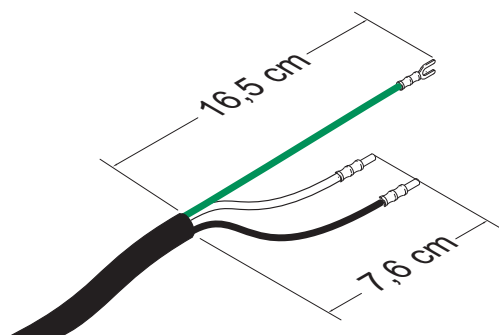

FIG. 6: Cabo de alimentação
- Adicione terminais, se necessário. Consulte a FIG. 6.